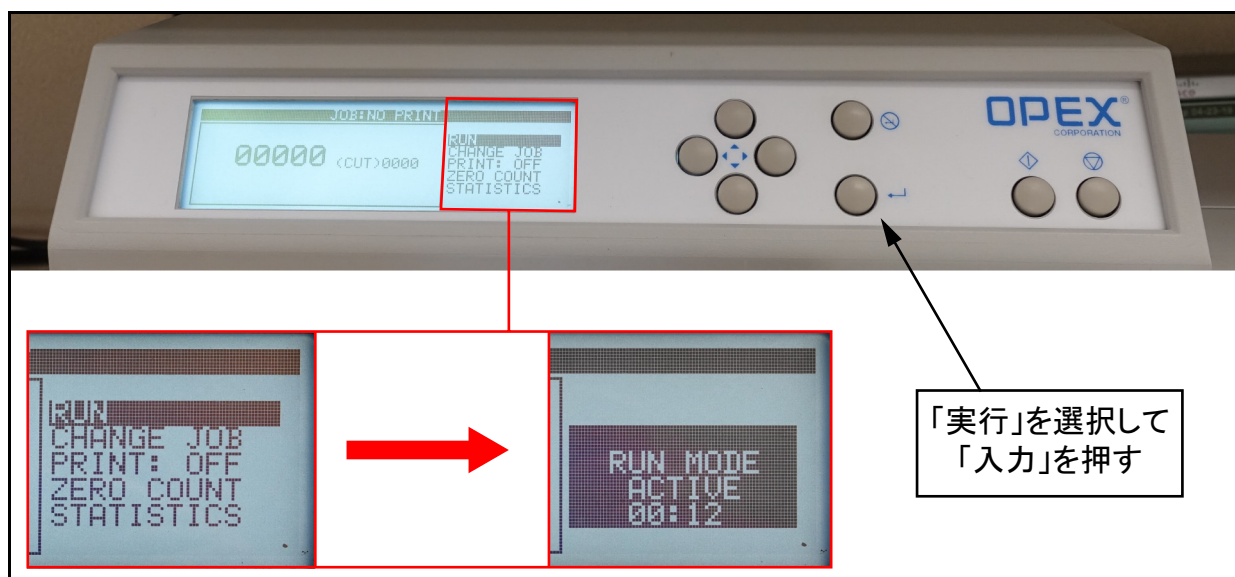

図 4-11: 本体の起動
9. 用意ができたなら、矢印ボタンを使って**実行**をハイライトし、それから決定を押して本機を起動させます (図 4-11)。画面には、実行経過時間とともに「**実行モードアクティブ**」と表示されます。